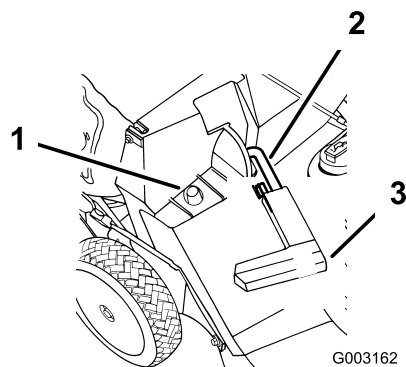

Figura 21
2. Asegúrese de que el tirador de la puerta de descarga está totalmente hacia adelante y que la clavija está situada en el cierre (Figura 21).
3. Coloque el agujero del marco de la bolsa sobre el poste de retención en el conducto de descarga (Figura 21).
2. Levante el tirador de la puerta de descarga y muévalo hacia adelante para que la clavija entre en el cierre (Figura 21).